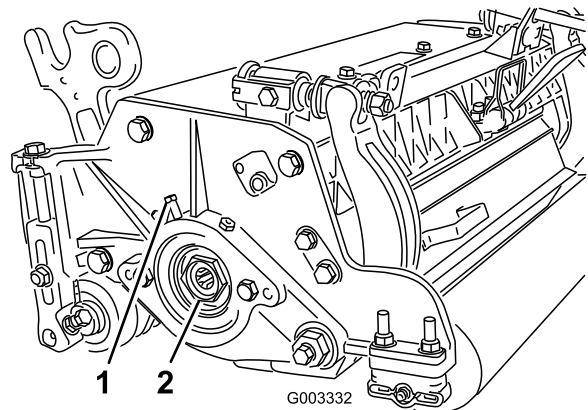

Bild 31
- A. Lösen Sie die externen Stellschrauben, mit denen die Einstellmutter des Lagers am Lagergehäuse links am Mähwerk befestigt ist (Bild 31).